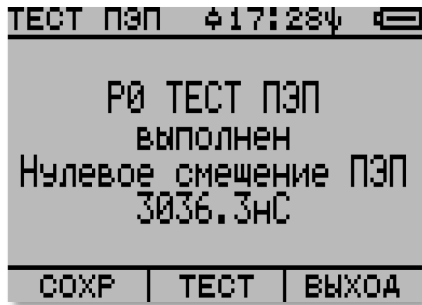
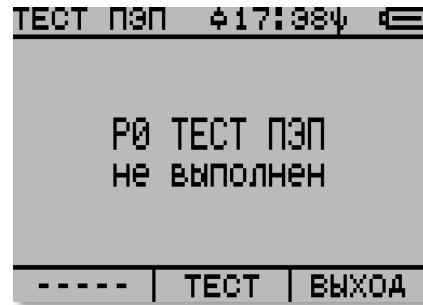

Рисунок 2.17
Рисунок 2.18
4) По окончании P0 теста на экран дисплея выводятся следующие сообщения: если тест выполнен успешно: **«P0 ТЕСТ ПЭП выполнен. Нулевое смещение ПЭП 3036,3 нс»** (рисунок 2.17), если тест не выполнен: **«P0 ТЕСТ ПЭП не выполнен»** (рисунок 2.18).